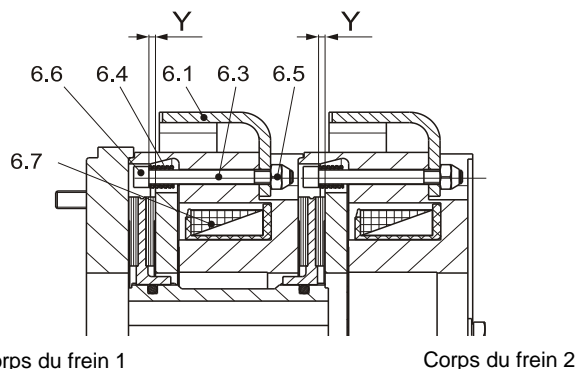

Fig. 5
### Montage du déblocage manuel en usine (fig. 5)
La procédure de montage est identique pour le corps de frein 1 et le corps de frein 2 (voir fig. 5).
2. Glisser les tiges filetées (6.3) avec ressorts (6.4) de l'intérieur (vue sur la bobine magnétique(6.7)) dans les trous du porte-bobine (3) prévus pour le déblocage manuel.
4. Serrer uniformément les deux écrous hexagonaux (6.5), jusqu'à l'atteinte de la cote de réglage „Y“ prescrite (fig. 5 et tableau 4).